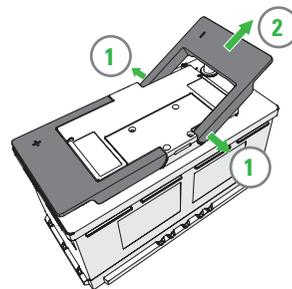

Abbildung 7.
- b) Handgriffe durch auswärts Ziehen entfernen. (Abbildung 7)